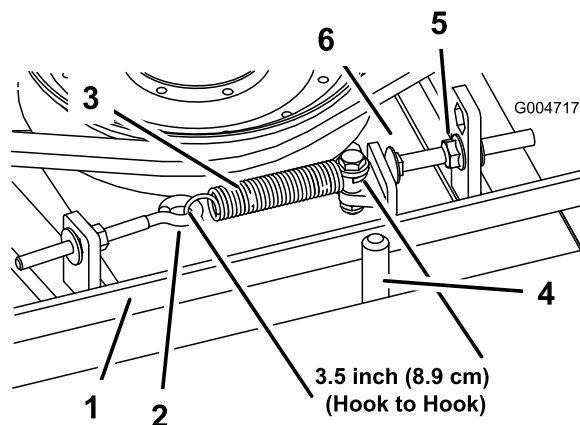

Figura 101
Cuando está correctamente tensado, la longitud en el interior del muelle de extensión (entre ganchos) debe ser de 8,3 cm a 9,5 cm aproximadamente. Una vez que haya obtenido la tensión correcta del muelle, ajuste el perno de tope (perno de cuello cuadrado) hasta que quede aproximadamente 2–5 mm de holgura entre la cabeza del perno y el brazo tensor (Figura 101).
Nota: Asegúrese de que la correa está colocada en el lado del muelle de la guía de la correa (Figura 101).
2. Afloje el perno de ojal para poder retirar el muelle de extensión (Figura 101).
3. Afloje la tuerca con arandela prensada que fija el perno de tope a la pestaña de montaje, y aparte la polea tensora de la correa para aliviar la tensión de la correa (Figura 101).
9. Conecte el muelle de extensión (Figura 101) al perno de ojal y tense la correa de la siguiente manera: